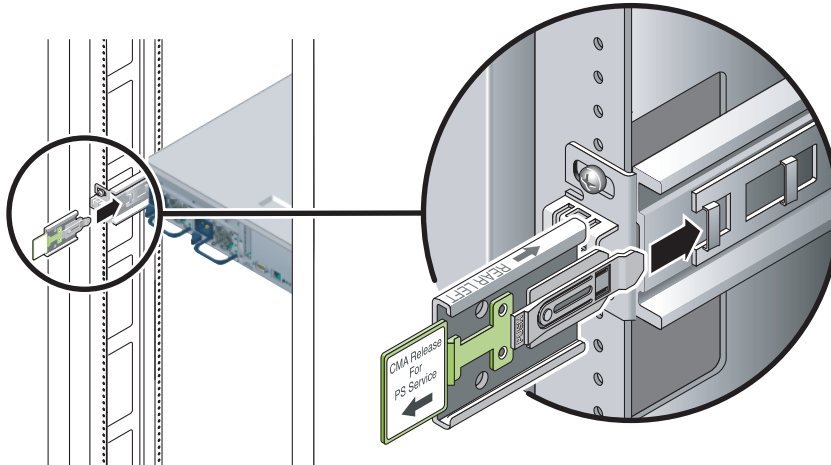

FIGURE 3-30 Insertion de l'extension de rail CMA à l'arrière du rail coulissant gauche
1. À l'arrière du rack, encastrez l'extension du rail CMA à l'extrémité de l'ensemble de rail coulissant gauche (FIGURE 3-30).